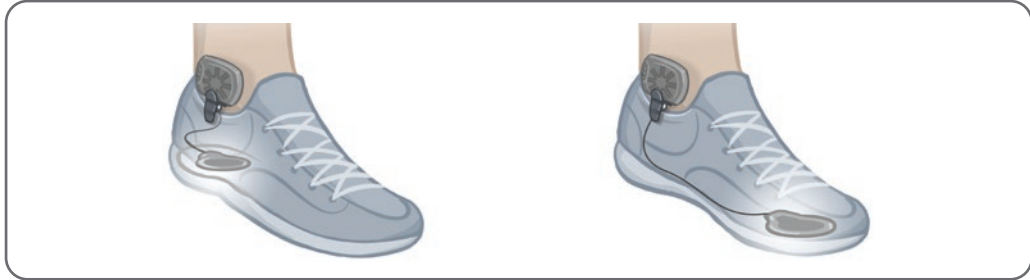

Abbildung 6-19: Position des am Schuh befestigten Fußsensors
4. Befestigen Sie den Sender des Fußsensors an der Schuhinnenseite. Das Stern-Logo auf dem Sender muss dabei vom Knöchel wegzeigen. Siehe Abbildung 6-19.
5. Bedecken Sie den Drucksensor mit der Einlegesohle. Schieben Sie überschüssiges Kabel unter die Einlegesohle. Siehe Abbildung 6-19.